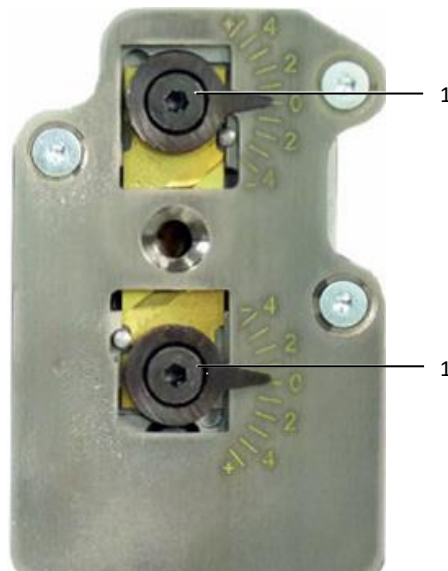

Bild 15: Avskalningsenhet
- Lossa de båda excenterskruvarna (bild 15, pos. 1) (2,5 mm insexnyckel).